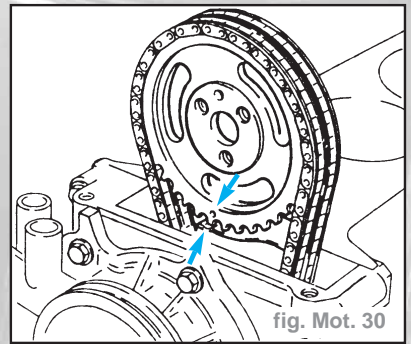

fig. Mot. 30
- Contrôler les repères sur le pignon d'arbre à cames et le logement du pignon d'arbre à cames (si nécessaire, corriger le réglage (fig. Mot. 30).